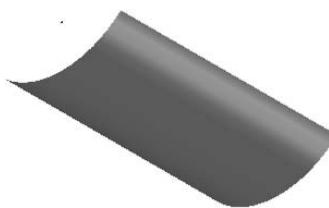

图 2-184 打开范例文件
- 2) 选择下拉菜单中的“文件”→“打开项目”命令，弹出“打开项目”对话框，选择“exercise27”（“随书光盘:\第 2 章\exercise27\uncompleted\exercise27”）目录，如图 2-184 所示。